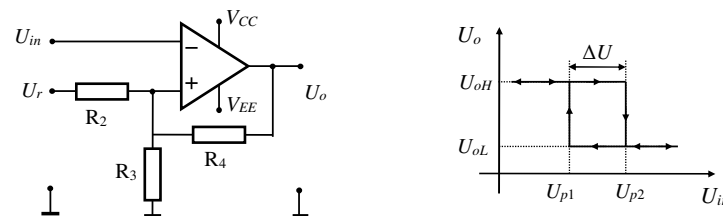
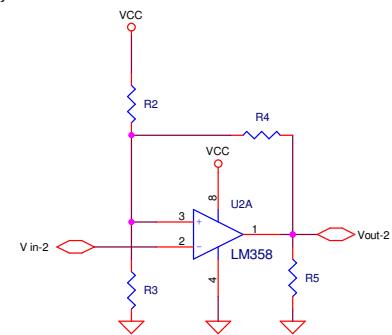

Fig. 5. Schema unui comparator cu histerezis și caracteristica ieșire-intrare
Fig. 10. Schema comparatorului cu histerezis
În fig. 5, avem schema unui comparator cu histerezis care are și o intrare de tensiune de referință (U_r) al cărei rol este de a permite ca valorile U_{p1} , U_{p2} să fie amândouă pozitive (specificul lucrului la o sursă simplă: $V_{CC} > 0$, $V_{EE} = 0$), ceea ce complică schema și relațiile de calcul, dar este avantajos pentru aparatele alimentate din baterii.
a) Se realizează montajul din figura 10, pe placa de test (solderless) folosind rezistențele R_2, R_3, R_4, R_5 ($R_2 = R_4 = R_5 \approx 23K\Omega$, $R_3 \approx 1.5-2.5K\Omega$). Față de schema din fig. 5, s-a adăugat rezistența R_5 doar pentru ca AO să nu lucreze „în gol” – valoarea sa nu contează în calcule. Identificați U_r din fig. 5 prin comparație cu fig. 10.
Atenție : Conform fig. 10, circuitul realizat la acest punct utilizează tensiunea V_{CC} obținută de la ieșirea stabilizatorului de pe PCB – firul V_{CC} de la ieșirea sursei 7805 se conectează la intrarea V_{CC} de pe fig. 10.